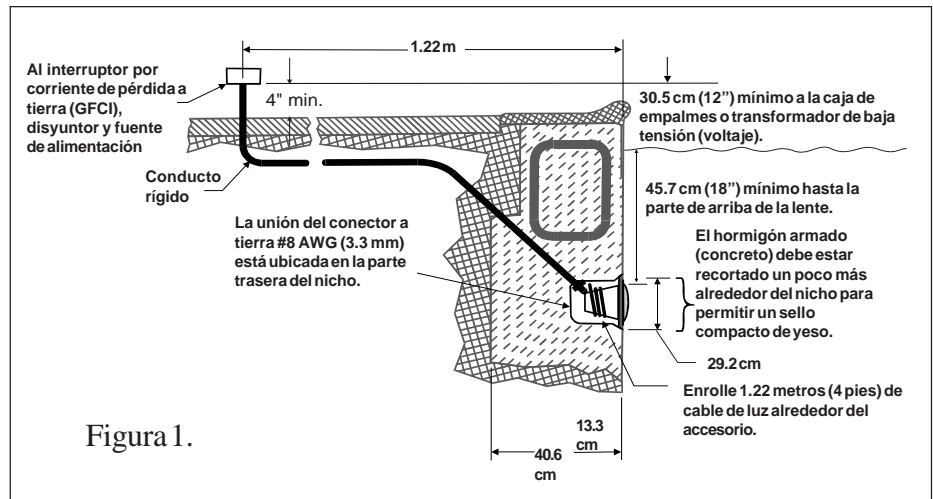

Figura 1.
A. Los siguientes pasos de preparación tienen que haberse completado por el electricista antes de instalar el accesorio para lámpara. (Vea la figura 1 abajo.)
b. La caja de empalmes (o, para los modelos de 12 voltios, el transformador de baja tensión) esté colocada por lo menos a 30.5 centímetros (12 pulgadas) arriba del nivel de tierra y por lo menos a 1.22 m (48 pulgadas) de distancia del borde de la piscina. (Vea la figura 1 abajo.)
d. El nicho mojado está instalado correctamente de tal manera que el borde superior de la lente de la lámpara subacuática esté por lo menos a 45.7 cm (18 pulgadas) por debajo de la superficie del agua en la piscina. (Vea la figura 1, abajo.)
e. El nicho mojado está unido eléctricamente en la forma correcta y conectado a tierra a través del conector a tierra Núm. 8 AWG (3.3 mm) ubicado en la parte trasera del nicho. (Vea la figura 1.)
1. Pase el cordón a través del conducto hasta la caja de empalmes, dejando por lo menos 1.22 metros (4 pies) de cordón o cable en el accesorio para lámpara para enrollarlo en la misma lámpara. (Vea la figura 1.) Este metro veintidós centímetros (4 pies) de cordón alrededor del accesorio de la lámpara le permitirá darle servicio a dicha lámpara después de que se llene de agua la piscina.
- d. El nicho mojado está instalado correctamente de tal manera que el borde superior de la lente de la lámpara subacuática está por lo menos a 45.72 cm (18 pulgadas) por debajo de la superficie del agua en la piscina. (Vea la figura 1 abajo.)
- e. El nicho mojado está unido eléctricamente en la forma correcta y conectado a tierra a través del conector a tierra Núm. 8 AWG ubicado en la parte trasera del nicho. (Vea la figura 1.)
5. Deje por lo menos 1.22 metros (4 pies) de cordón o cable alrededor del accesorio de la lámpara. (Vea la figura 1.) Este metro veintidós centímetros (4 pies) de cordón enrollado alrededor del accesorio de la lámpara permitirá que se le dé servicio a la lámpara después de que se llene de agua la piscina.